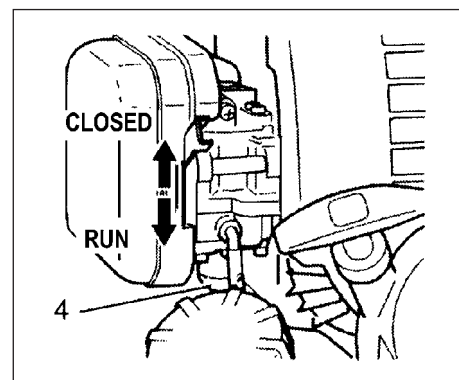

Fig. 2-3
- \* Premere ripetutamente il bulbo (4) del primer per far affluire la miscela al carburatore attraverso il bulbo o il tubo di ritorno (5) (se la macchina ne é fornita). (Fig. 2-3)
2. Chiudere l'aria portando la leva in posizione. (Fig. 2-3)
4. Ai primi scoppi del motore, riaprire l'aria prima di agire nuovamente sulla maniglia di avviamento. (Fig. 2-3)